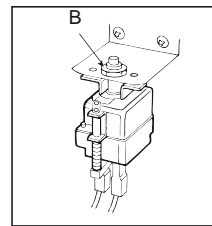

fig. 8
- 3) Desenfiar os fios do termostato e desaparafusar os acessórios (B - fig. 8) da mesma fixação na parte de trás do painel de comandos;